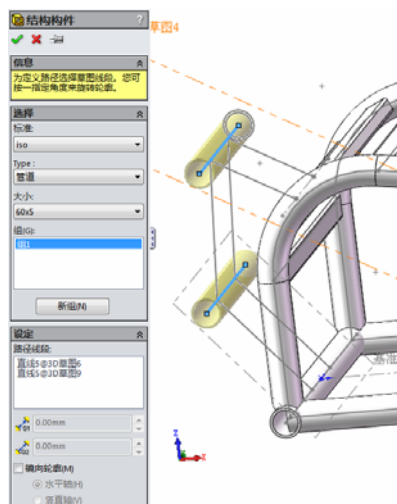

图 16-50 添加 60×5 管道
①单击“焊件”工具栏中的“结构构件”按钮, 或执行“插入”→“焊件”→“结构构件”菜单命令, 弹出“结构构件”属性管理器, 选择 ISO 标准, 选择“管道”, 选择“60×5”大小, 拾取图 16-50 所示的直线, 添加管道结构构件, 单击“确定”按钮.